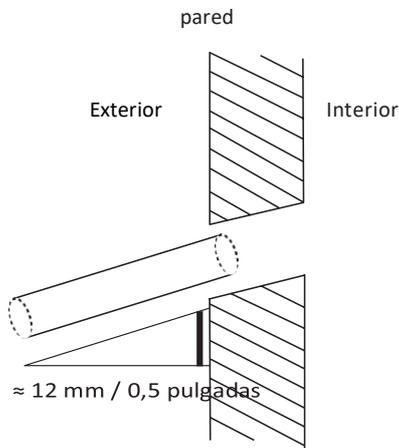

Fig. 6.5
- El uso de un taladro de base 65-mm (2,5"), perforar un agujero en la pared. Asegúrese de que el orificio se perfora en un ángulo ligeramente hacia abajo, para que el extremo exterior del orificio es menor que el extremo interior de aproximadamente 12 mm (0,5"). Esto asegurará un drenaje adecuado de agua (ver Fig. 6.5). Coloque el brazaete muro de protección en el agujero. Esto protege los bordes del agujero y ayudará a sellar que una vez que termine la instalación.